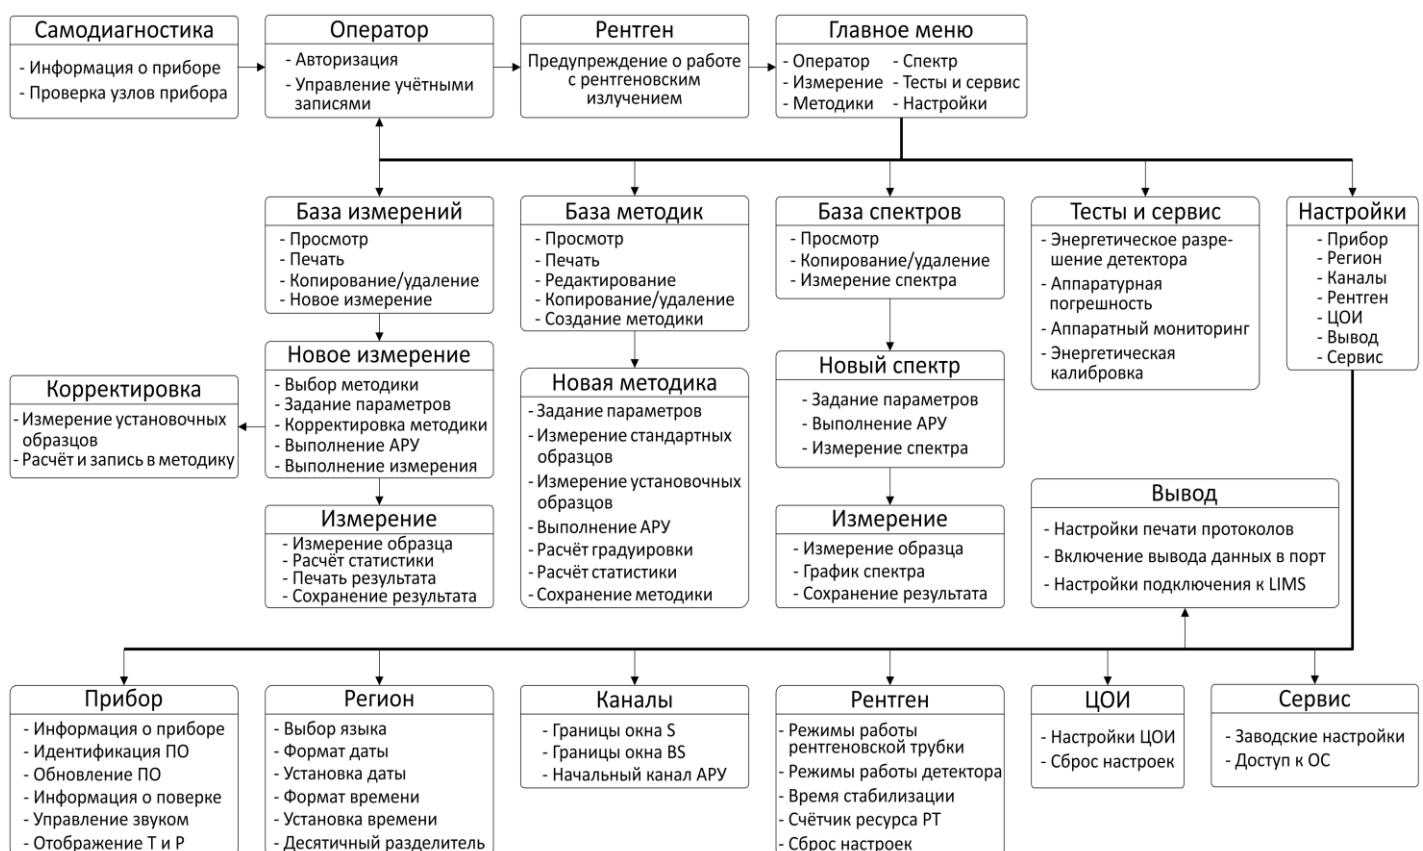

Рисунок 6
11.4 Структурная схема ПО анализатора приведена на рисунке выше (Рисунок 6). В программном обеспечении реализованы следующие основные группы функций: